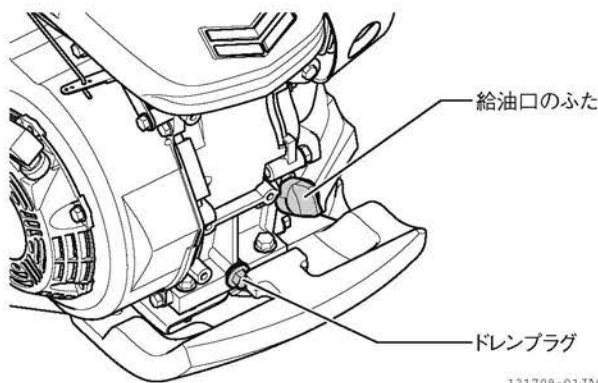

図 4-20 交換のしかた
2. ドレンプラグを工具(12mm)で外します。古いエンジンオイルが流れ出てきます。(図 4-20)